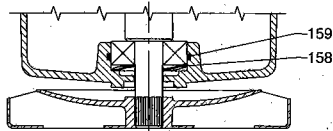

Fig. 1
O-ring, pos. 159, trykkes ned i recessen på statoren, og bølgefjeder, pos. 158, monteres, se fig. 1.